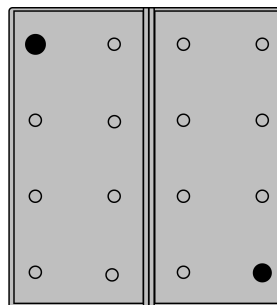

Imagen 4: Activar el modo de programación para teclas de canal
- Pulsar simultáneamente las teclas superior izquierda e inferior derecha durante más de 4 segundos (Imagen 4).
- Pulsar simultáneamente las teclas superior izquierda e inferior derecha durante más de 20 segundos (Imagen 4).